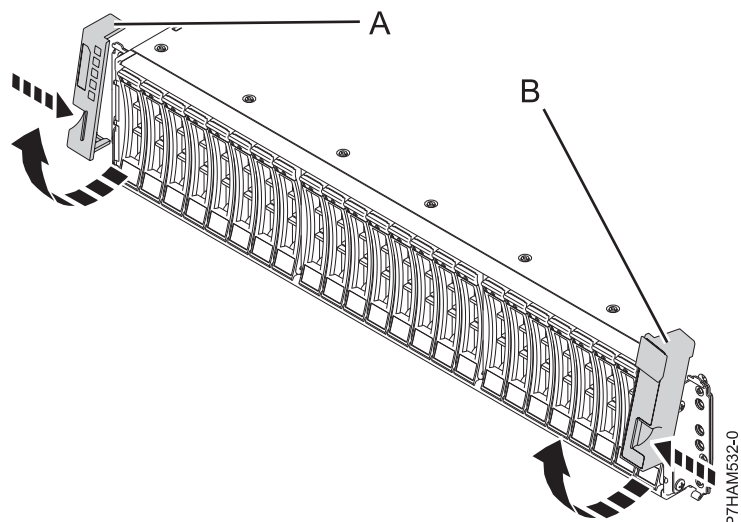

図 7. サイド・カバーの取り外し
2. 左のサイド・カバー (A) と右のサイド・カバー (B) を取り外して、取り付け金具が見えるようにします。9 ページの図 7 に示すように、リリースをつまんでカバーを上方に回転させ、シャーシ・フランジから外します。